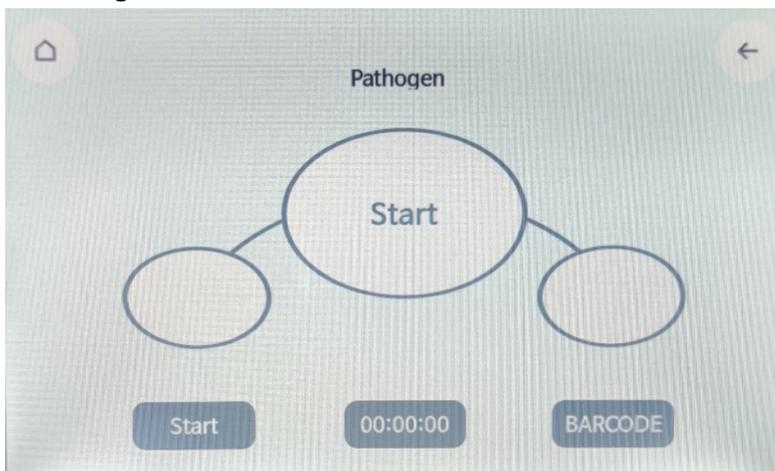
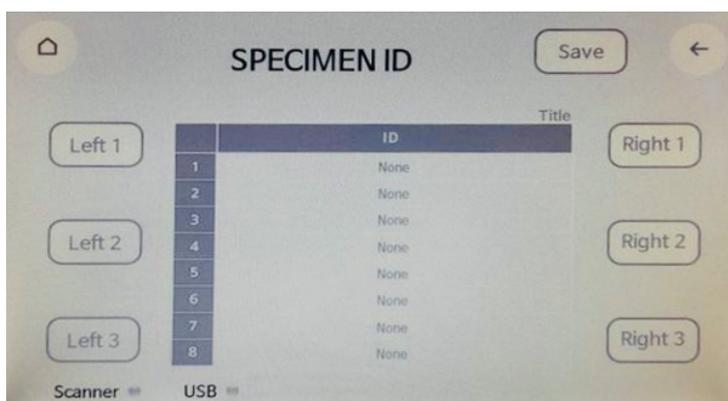

Figure 14. Menu Run (Cycle) dans l'interface tactile de l'IndiMag 48s.
Figure 18. Menu Barcode ID (ID de code-barres) dans l'interface tactile de l'IndiMag 48s pour la saisie de données.
5. Appuyez sur « Start » (Démarrer) en bas à gauche de l'écran (voir la figure 14).
2. Appuyez sur « BARCODE » (Code-barres) pour accéder au menu des codes-barres (voir la figure 14 pour le menu Run [Cycle]). Le menu des codes-barres apparaît (voir la figure 18).
- À la fin, appuyez sur « SAVE » (Enregistrer) en haut de l'écran (voir la figure 18). Le fichier est exporté vers la clé USB.